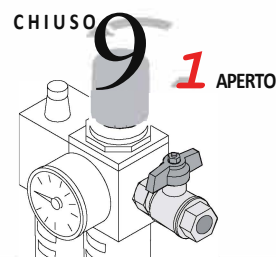

FIG. 29
- 2) Chiudere il rubinetto d'ingresso aria (fig.29) e scaricare il prodotto rimasto all'interno della pompa tramite la pistola.
- 4) Aprire con cautela il rubinetto d'ingresso aria (fig.29) e, tramite la pistola, scaricare il prodotto residuo che sarà composto da vernice e solvente (o acqua), fino ad ottenere il lavaggio completo della pompa. Il prodotto residuo va raccolto in un contenitore e smaltito secondo le vigenti norme.